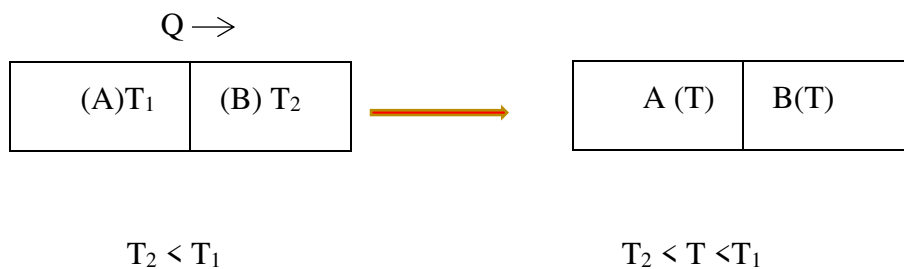

Figure III-1 : Equilibre thermique entre les corps A et B.
Le premier principe qui affirme l'équivalence entre les différentes formes d'énergie, ne peut pas nous renseigner sur les sens d'une évolution donnée. L'expérience montre que lorsqu'on met en contact deux corps A et B de températures respectives T_A et T_B , sachant que T_A est supérieur à T_B , on va observer le passage spontané de la chaleur du corps chaud (A) vers le corps froid (B), jusqu'à obtention d'une même température T pour les deux corps. Il s'agit donc de l'établissement d'un équilibre thermique, la chaleur est transférée spontanément du corps le plus chaud au corps le plus froid jusqu'à l'équilibre). (Figure III-1). Le contraire n'est jamais observé spontanément